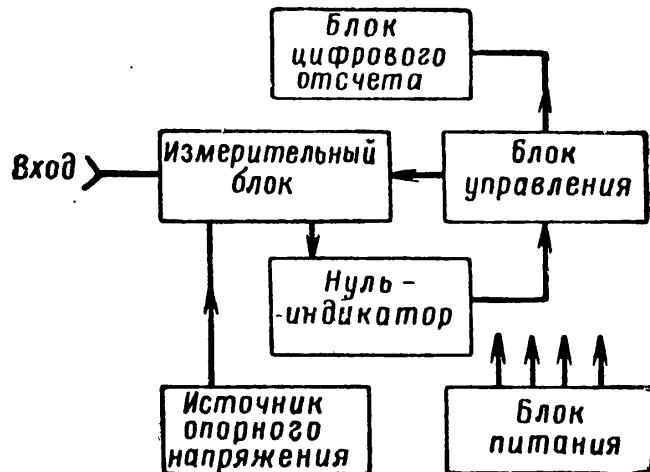

Рис. 4. Блок-схема прибора BK2-6
**Краткое описание.** Блок-схема прибора BK2-6 (рис. 4) состоит из следующих основных узлов: измерительного блока, блока управления, источника опорного напряжения, нуль-индикатора, блока цифрового отсчета и блока питания.